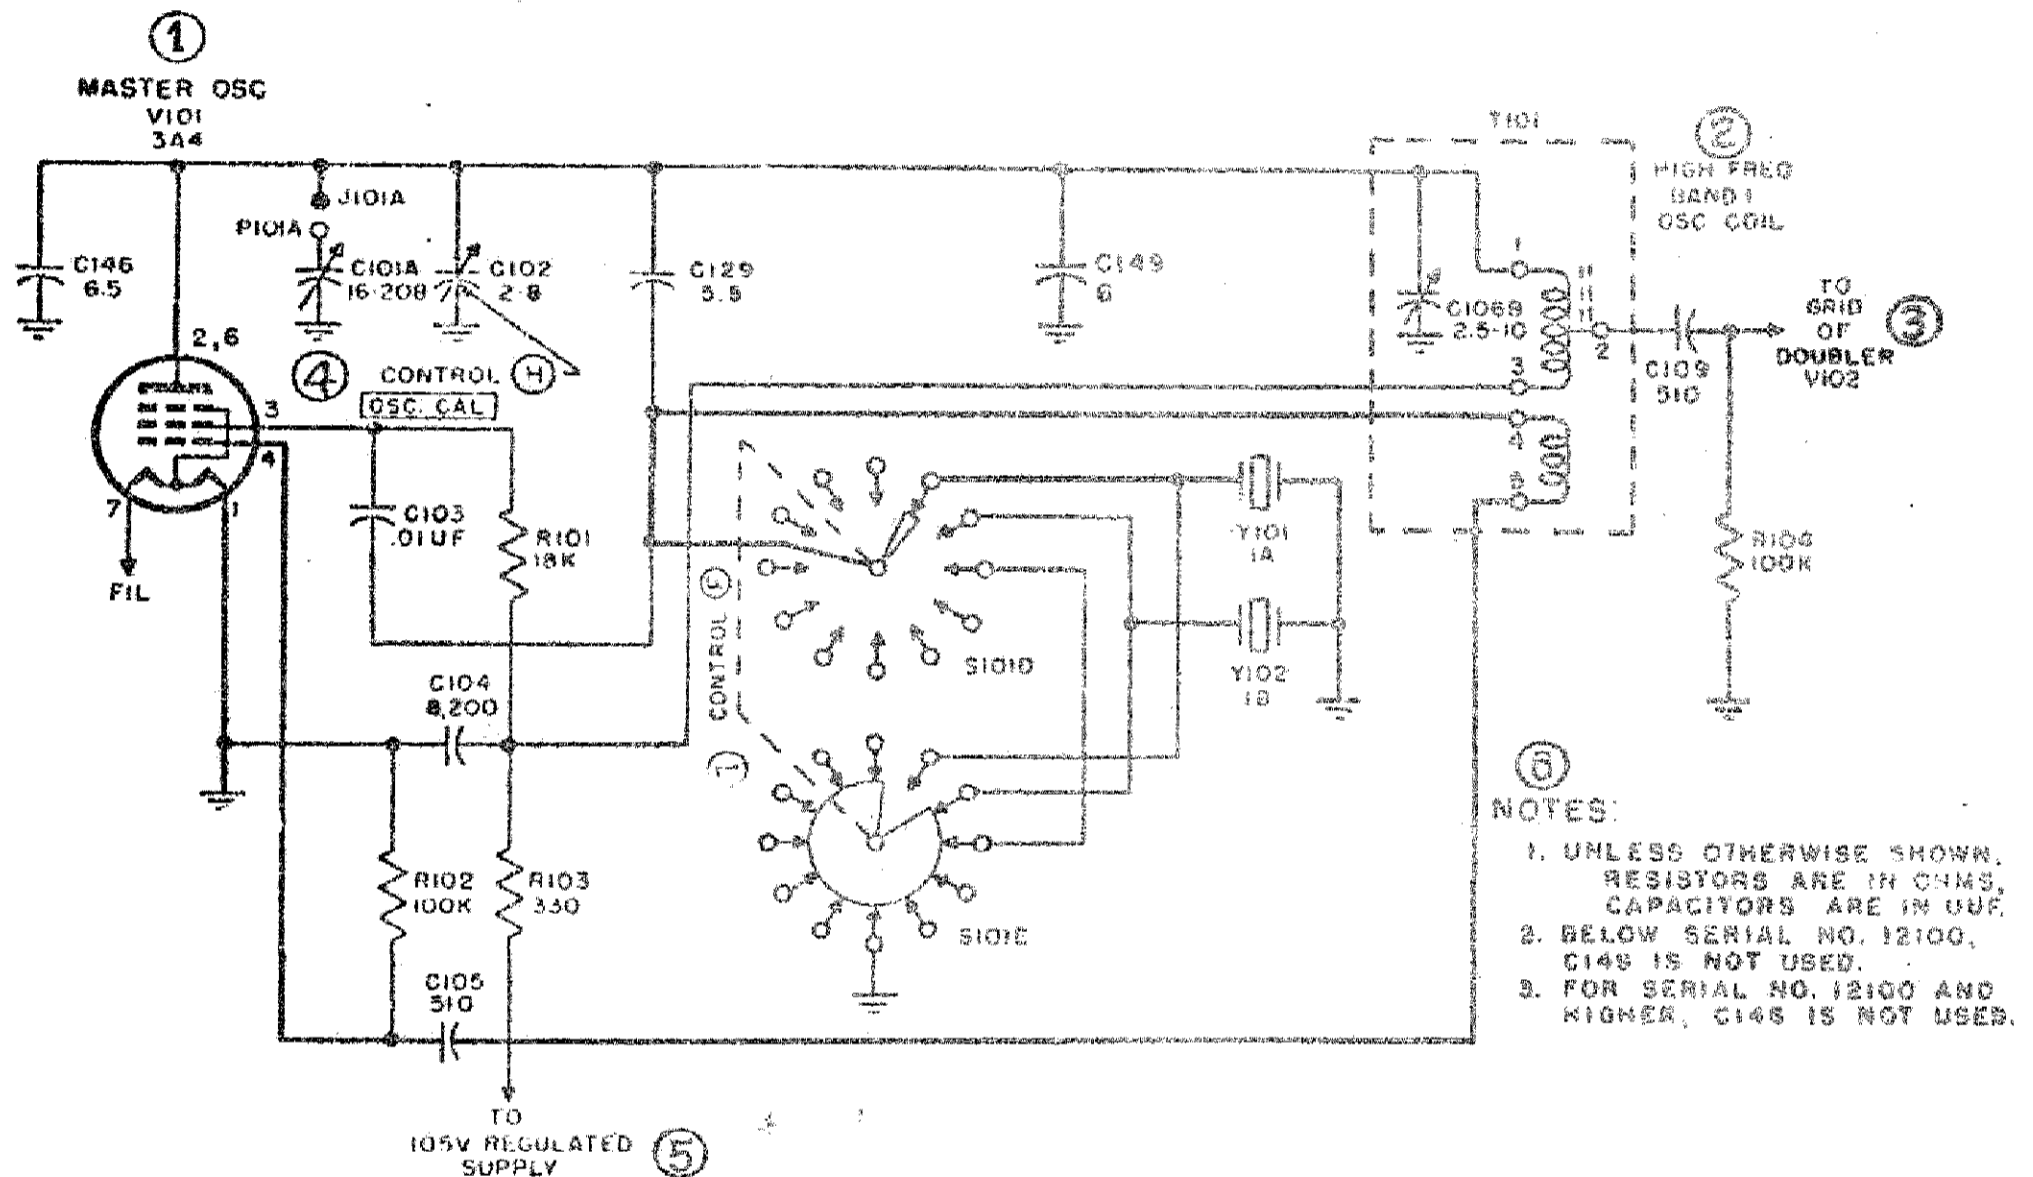

FIG. 24 - Oscillatore pilota del trasmettitore controllato a quarzo - Sezioni S101D ed S101E del commutatore (F) - Schema semplificato.
a. Quando il commutatore F è posto su una delle posizioni XTAL, l'oscillatore è controllato a quarzo. Il quarzo 1A è collegato al circuito di griglia a mezzo dei commutatori S101D ed S101E (fig. 24). Il commutatore S101E stacca dalla massa il quarzo in funzionamento e collega a massa gli altri.